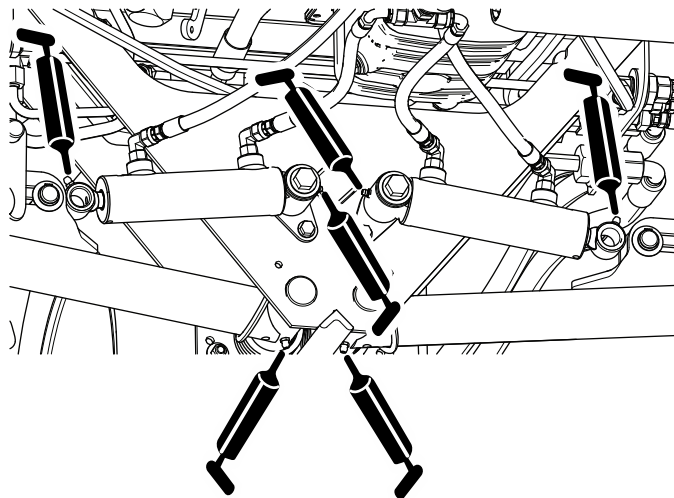

Рисунок 47
- Оси поворота задних подъемных рычагов и подъемные цилиндры (по 3 шт. с каждой стороны); см. Рисунок 47.